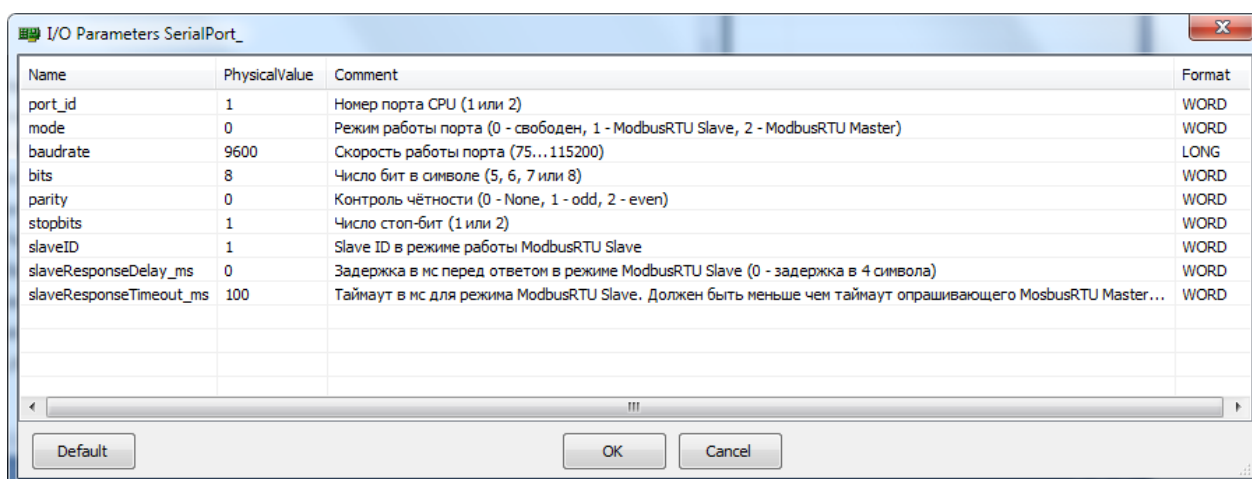
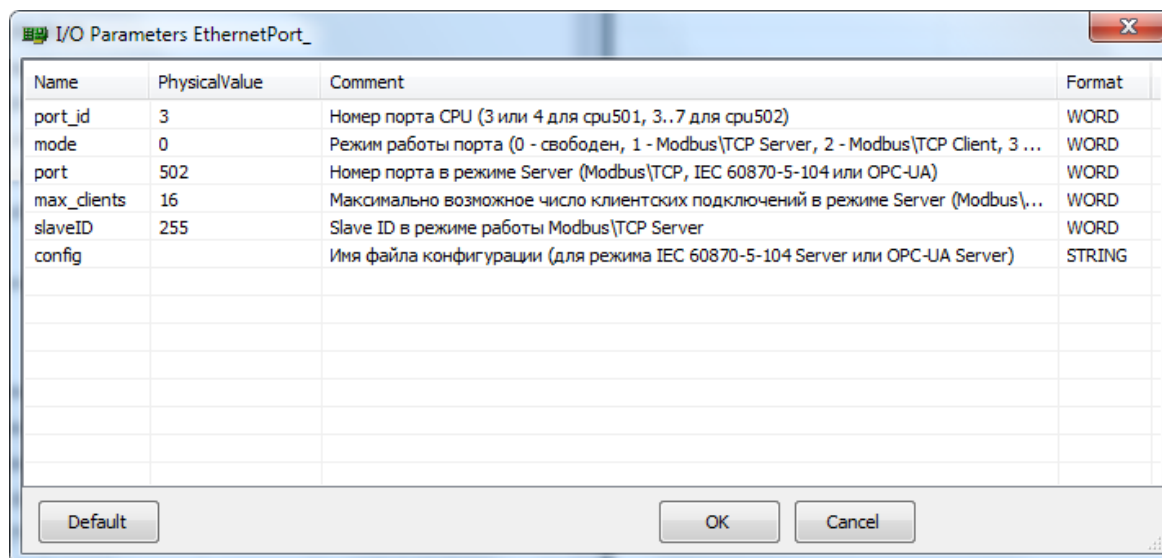

Рис. 63 – Описание параметров устройства `SerialPort_` модуля CPU изделия
Рис. 64 – Описание параметров устройства `EthernetPort_` модуля CPU изделия
1. Входное устройство порт последовательный (SerialPort_) или Ethernet (EthernetPort_), предназначенное для привязки Modbus-устройства к аппаратному порту модуля CPU. Данный канал имеет одну переменную-структуру типа CPUPortStatus (Рис. 62), предназначенную для диагностики работы порта (Табл. 5). Через параметры этого простого устройства (Рис. 63 и Рис. 64) выполняется настройка физического порта модуля CPU.